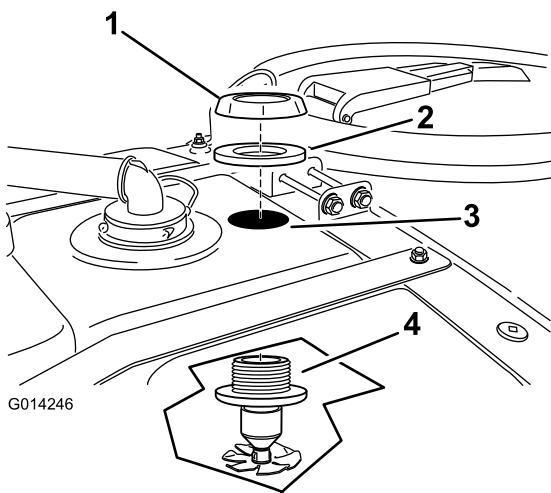

Figure 15
- Insérez une buse de rinçage vers le haut à travers le trou percé (Figure 15).
3. Posez le joint et l'écrou à embase en plastique sur les filets exposés de la traversée au sommet de la cuve (Figure 15).